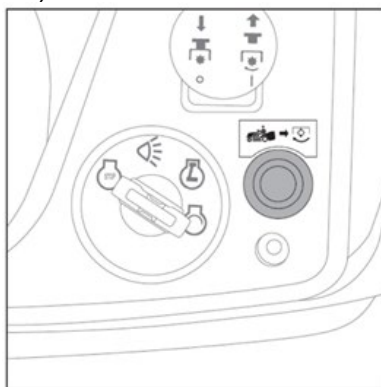

Fig.21
2. Presione el botón MIR. (Fig.21)